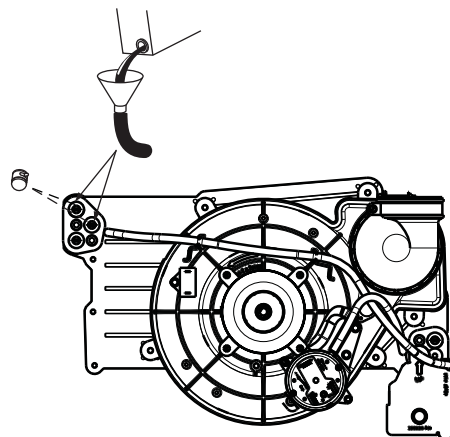

Fig. 57 - Amorçage du siphon de condensat
4. Retirez le bouchon du haut en caoutchouc inutilisé de l'orifice du boîtier du capteur à l'opposé du siphon de condensat. Consultez la Fig. 57.
9. Retirez le bouchon central en caoutchouc inutilisé de l'orifice du boîtier du capteur à l'opposé du siphon de condensat. (Consultez la Fig. 57).